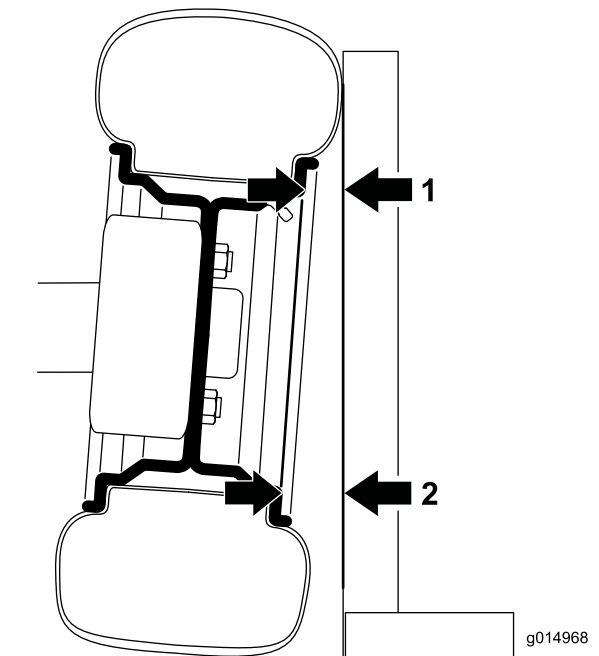

Figura 52
1. Para comprobar la caída, coloque una escuadra de 90 grados en el suelo con el borde vertical contra la cara del neumático (Figura 52).
2. Mida desde la misma zona de la llanta en la parte superior e inferior del neumático hasta la escuadra (Figura 52).